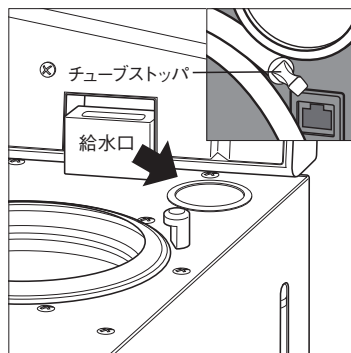

図3
- 1) 排水ホースのチューブストッパーが付いているか確認します。(図3)
- 2) 水量ゲージの水位が MIN より高い水位（最大1L）まで、水を給水口よりゆっくり注ぎます。使用する水は  $15 \mu\text{S/cm}$  以下の蒸留水、イオン交換水、RO 水等を使用してください。(図3)